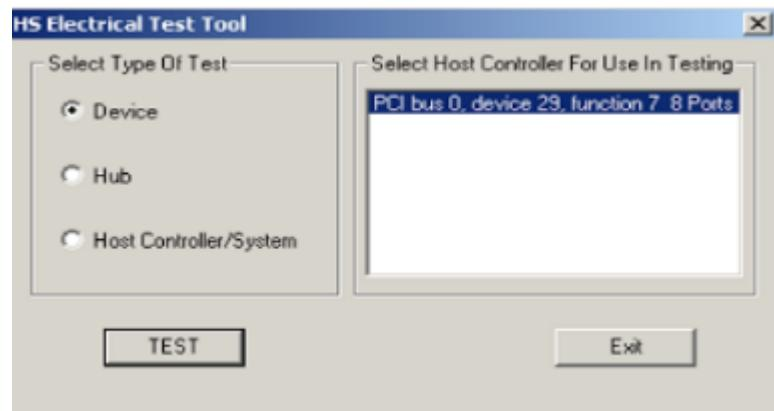

图1-1 选择测试类型
2. 打开测试工具，选择“Device”，然后点击“TEST”按钮，如下图 1-1 所示